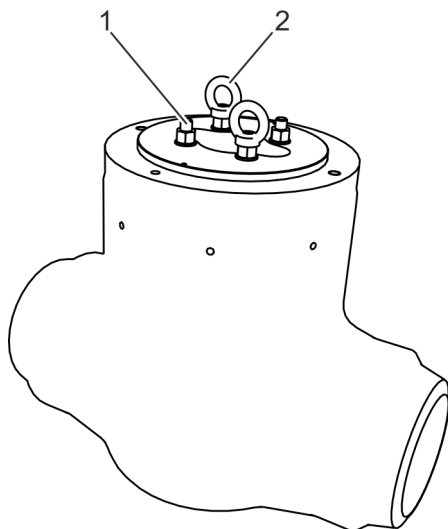

Fig. 6: Fixation des écrous à anneau au couvercle de fermeture
1. ➤ Visser les écrous à anneau (Fig. 6/2) fournis sur les goujons filetés (Fig. 6/1) du couvercle de fermeture.
2. ➤ S'assurer que le filetage des écrous à anneau (Fig. 6/2) est complètement vissé sur les goujons filetés (Fig. 6/1).
3. ➤ Fixer les écrous à anneau (Fig. 6/2) à l'engin de levage avec des élingues appropriées.